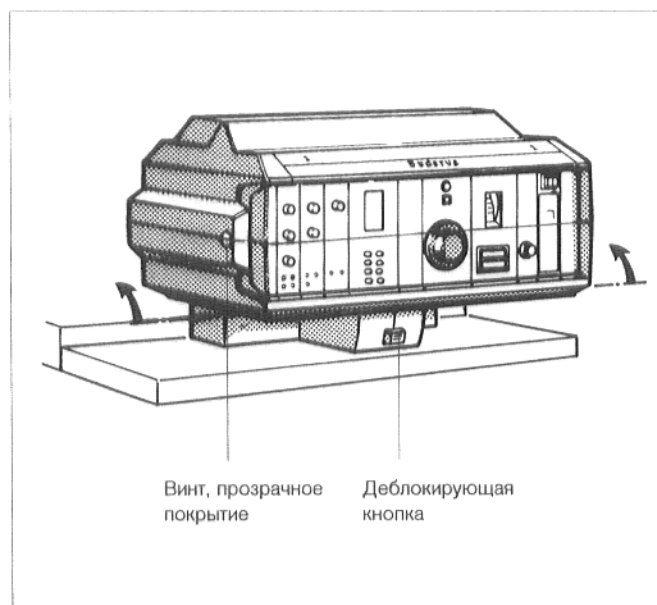

Рис. 13. Регулятор
- Установить шлиц крепежного винта для прозрачного покрытия регулятора в горизонтальное положение, например, при помощи монеты. Вставить прозрачное покрытие с передней стороны и установить шлиц винта в вертикальное положение (рис. 13).
Для более хорошей обзорности элементов управления регулятора, верхнюю часть возможно откинуть вверх, при этом регулятор возможно зафиксировать в двух позициях (рис. 13).
При установке в исходное положение необходимо нажать деблокирующую кнопку (рис. 13).